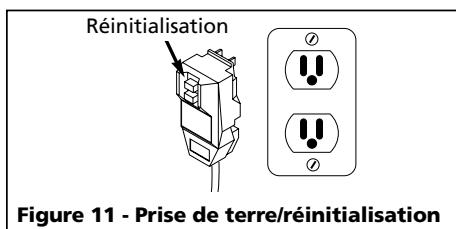

Figure 11 - Prise de terre/réinitialisation
- Branchez le cordon dans une prise mise à la terre de 120 V et appuyez sur le bouton de réinitialisation tel qu'illustré à la Figure 11.